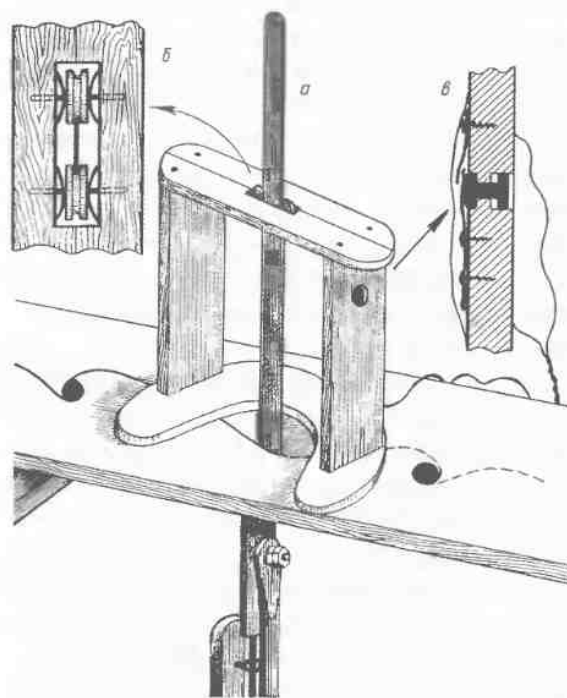

Рис. 137. Кондуктор механического лобзика: а — общий вид; б — вид сверху на направляющие ролики; в — выключатель
стие — гнездо под пилку по форме ее сечения. Это гнездо позволяет вручную нажимать на полотно для прижатия его к древесине при пилении, а также для поворота пилки по заданной кривой линии (см. рис. 137). Одновременно с этим поворачивается ногами и круглый кожух 8, в который вмонтирован весь передаточный механизм вместе с дрелью. А для того, чтобы это вращение делалось легко, кожух поставлен на плоский вращающийся диск, который применяется в физкультурных упражнениях. Такое сочетание кожуха с диском дает возможность осуществлять не только поворот пилки вокруг ее вертикальной оси, когда эта ось проходит через центр диска, но и движение пилки по кривой любого радиуса, если сместить кожух больше или меньше от центра диска (влево или вправо) по отношению к ходу полотна.
**Кондуктор.** О назначении и принципе работы кондуктора (рис. 137, а) уже было
Если предстоит длительная работа с механическим лобзиком, лучше вместо пластинки использовать два маленьких металлических ролика (рис. 137, б) с канавками,
Понятно, что сначала надо подобрать в качестве оси какую-либо стальную спицу (можно взять и гвоздик), диаметр которой соответствует просверленному отверстию. Закрепить ось роликов в планке можно по-разному, например, так, как показано на рис. 137.
На стойке или в другом удобном месте кондуктора монтируют кнопку выключателя тока (рис. 137, в), а кнопку на дрели фиксируют во включенном положении. Когда кондуктор управляется руками в процессе работы пилки, палец находится на кнопке. При отрыве пальца ток отключается. Контактное устройство смонтировано с внутренней стороны стойки и изолировано прибитым лоскутом кожи. Выполнение выключателя и разрыв электроцепи дрели описывать не будем.